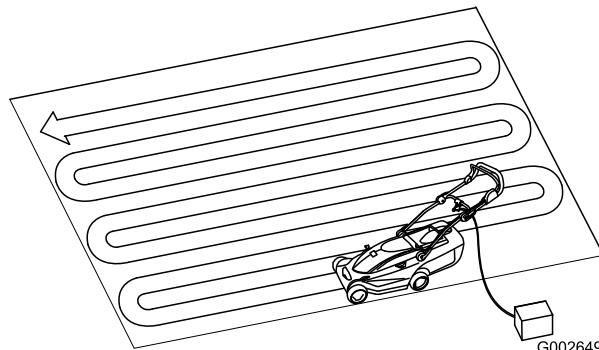

Figur 12
1. Gör en öglå av förlängningssladden och sätt fast den i sladdlåset (Figur 12).